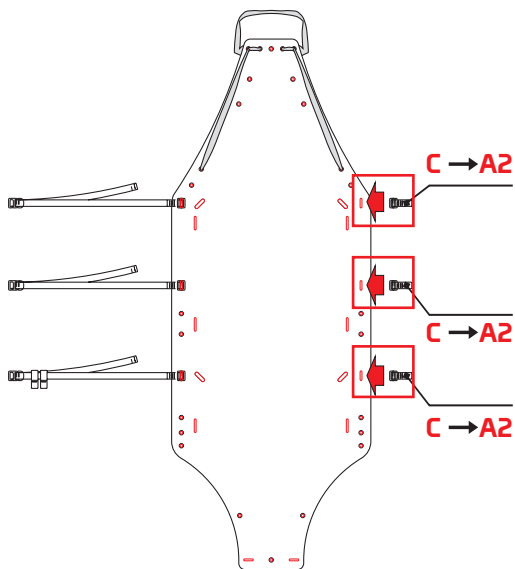

Fig.12
- inserire le fettucce con asola (C) nelle asole A2 del piano di appoggio (fig. 12),